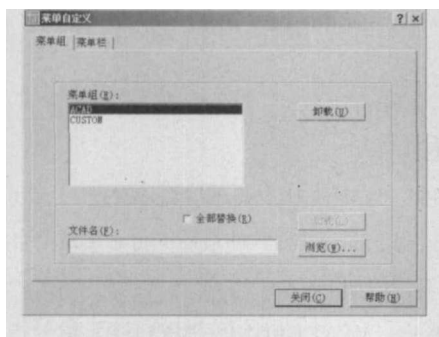

图 1
(1) 执行 MENULOAD 命令，显示自定义菜单对话框，如图 1 所示。
(2) 在“菜单组”标签上，单击【浏览】按钮。